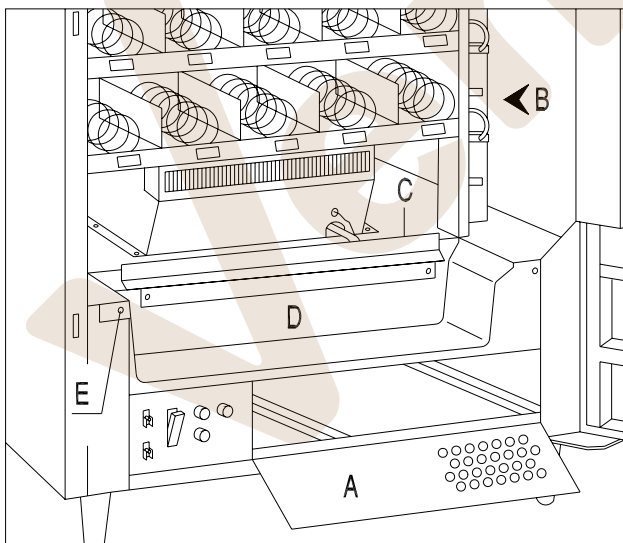
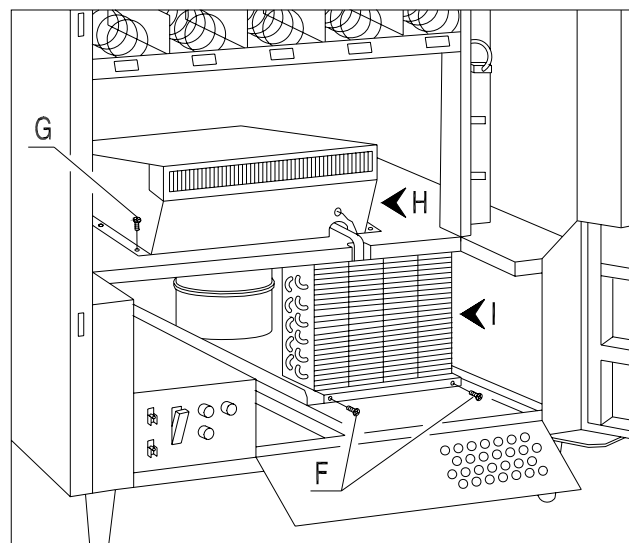

FIG. 13
FIG. 14
Tomando como referencia las ilustraciones FIG. 13 y FIG. 14 operar de la forma siguiente:
- 3) Sacar del todo el sexto cajón ref. B FIG. 13